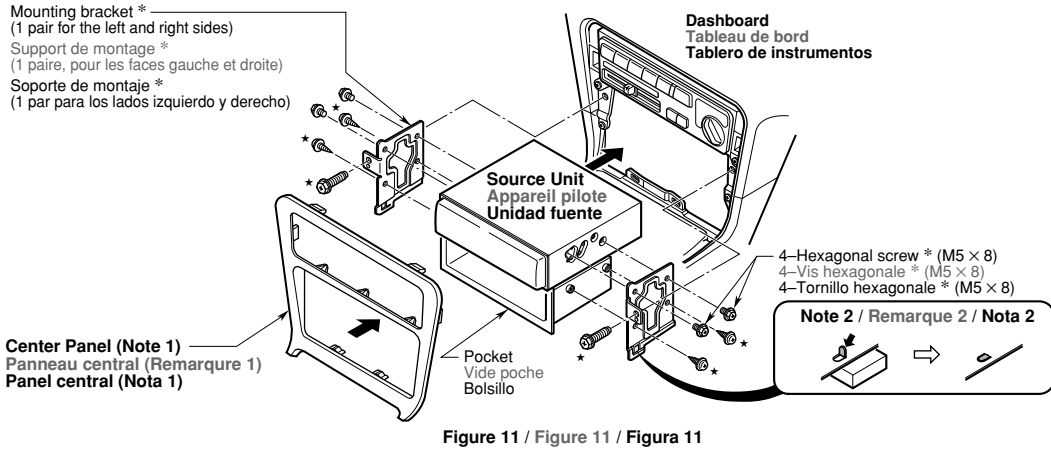

Figure 11 / Figure 11 / Figura 11
If the vehicle is equipped with a factory-installed radio, install the source unit with the parts and screws marked (\*). (Figure 11)
1. Secure the mounting brackets to the chassis as shown in Figure 11. When the source unit is installed without the universal mounting bracket, holes exist; modification, such as drilling new holes, of the mounting brackets may be required for other models.
Si le véhicule est équipé d'une radio installée en usine, installer le module source avec les pièces et les vis marquées d'un astérisque (\*). (Figure 11)
1. Fixer les pattes de montage sur la carrosserie comme indiqué à la Figure 11. Pour installer le module source sans patte de montage universel, les orifices existent déjà; pour les autres modèles, il faudra peut-être modifier les pattes de montage (par exemple percer de nouveaux orifices).